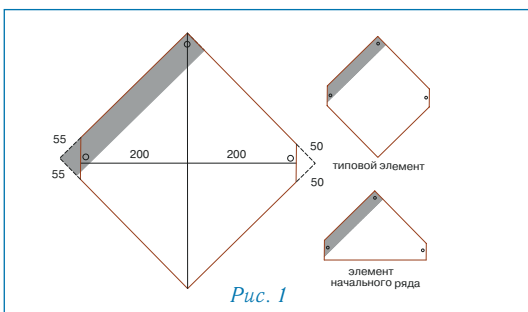
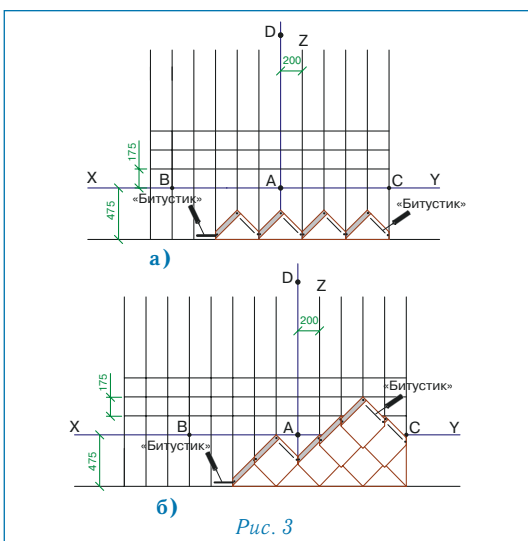

Рис. 1
Рис. 3
Укладка материала (рис. 3)
- Элементы начального ряда формируются из типовых элементов ПРЕСТИЖ ВЕРСАЛЬ (рис. 1), укладываются по линии карниза в обе стороны от линии AD и фиксируются по нижнему краю битумной мастикой «Битустик» и тремя гвоздями (рис. 3а).
- Укладка типовых элементов первого ряда начинается от линии AD, при этом элементы укладываются встык и их верхний угол выравнивается по линии ХУ (рис. 3б). Каждый элемент фиксируется тремя гвоздями — по центру вертикальных срезов и в верхнем углу на расстоянии 2 см от края.